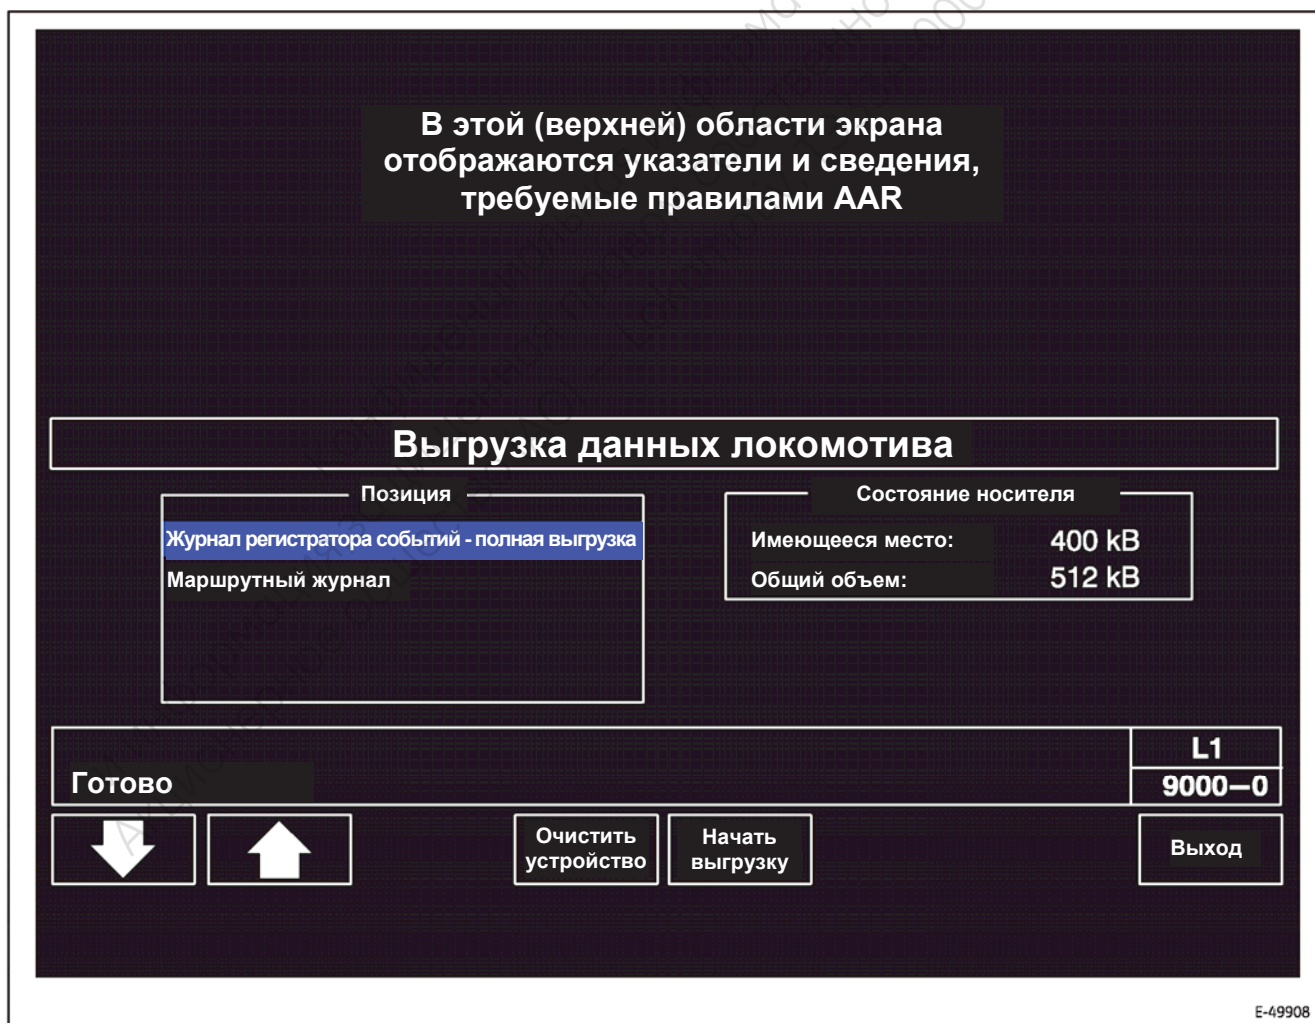

Рис. 69. Окно выгрузки данных локомотива (9000-0).
1. Клавиша F4 (**Data Download («Выгрузка данных»)**) — служит для перехода к окну выгрузки данных локомотива (9000-0, Рис. 69). Дополнительные сведения приведены в разделе 15. (SDIS, «ВЫГРУЗКА ДАННЫХ ЛОКОМОТИВА») данной публикации.
Нажмите клавишу F2 (**Data Download («Выгрузка данных»)**) при открытом окне дополнительных меню LOD или AUX (0000-1, Рис. 45 или Рис. 47), чтобы перейти к окну выгрузки данных локомотива (9000-0, Рис. 69). Соблюдайте *правила технической эксплуатации железных дорог* в части, имеющей отношение к данной операции. Ниже указаны активные клавиши и приведено краткое описание работы:
ПРИМЕЧАНИЕ. *Данные маршрутного журнала можно выгрузить в виде файла маршрутного журнала с помощью окна выгрузки данных (9000–0, Рис. 69). Выгрузка такой информации возможна только из того SDIS, на котором осуществлялось ведение маршрутного журнала. Дополнительная информация приведена в разделе 15 (SDIS, «ВЫГРУЗКА ДАННЫХ ЛОКОМОТИВА») данной публикации.*